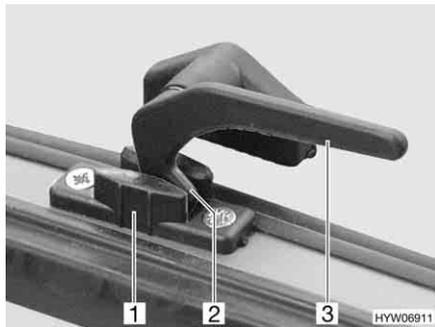

Bild 51 Verriegelungshebel in Stellung "Dauerbelüftung"
- in Stellung "Dauerbelüftung" (Bild 51)
- Den Verriegelungshebel (Bild 51,3) eine viertel Umdrehung zur Fenstermitte hin drehen.
- Den Verriegelungshebel eine viertel Umdrehung zum Fensterrahmen hin drehen. Die Verriegelungsnase (Bild 51,2) dabei in die Aussparung der Fensterverriegelung (Bild 51,1) einfahren.